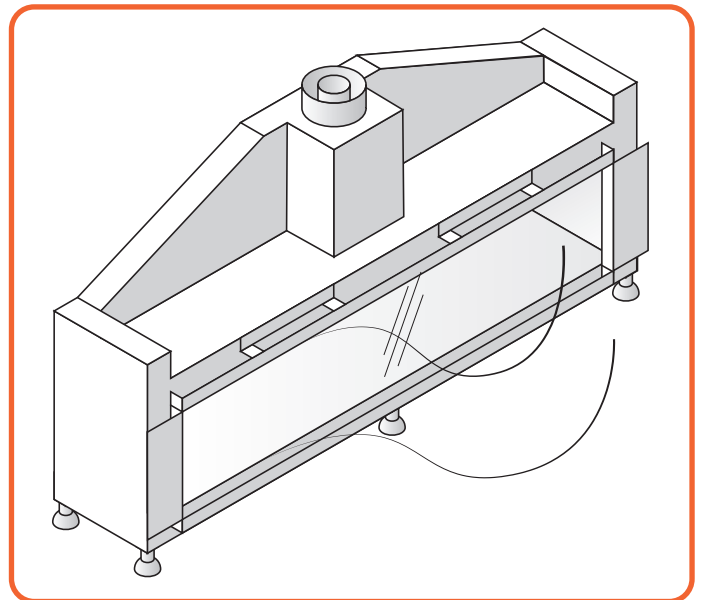

Abbildung 10.4 - Entfernen der Gurte
- Nehmen Sie nun die Gurte, mit denen die Scheibe gehalten wird, heraus (**Abbildung 10.4**).